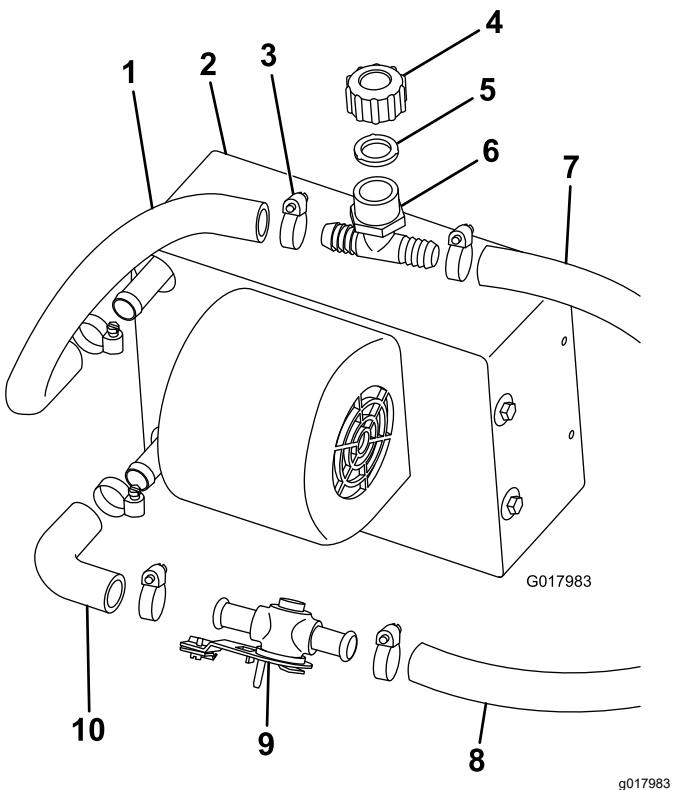

Рисунок 2
- Подсоедините, не затягивая, коленчатый шланг к нижнему штуцеру обогревателя в сборе с помощью шлангового хомута (Рисунок 2).
- Подсоедините клапан обогревателя к коленчатому шлангу с помощью шлангового хомута (Рисунок 2).
- Отрежьте от шланга (диаметром $\frac{5}{8}$ дюйма) кусок длиной 31 см и присоедините этот отрезок к верхнему штуцеру узла обогревателя с помощью шлангового хомута (Рисунок 2).
- Подсоедините белый заливной тройник, прокладку и крышку к верхнему шлангу обогревателя с помощью шлангового хомута (Рисунок 2).